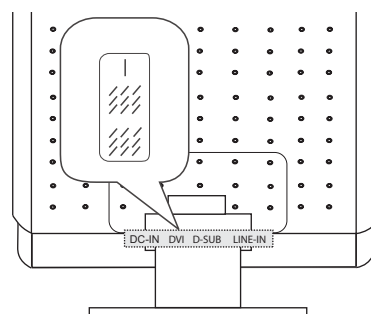
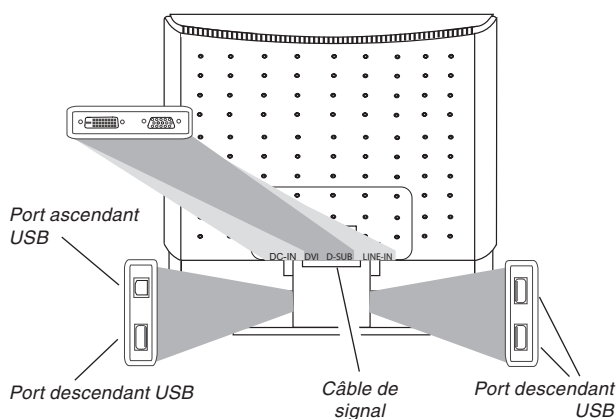

Figure 2b. Connexion via l'interface DVI-D
Figure 2a. Raccordement du moniteur au PC
2. Connectez le câble à 15 broches du signal vidéo à au moniteur et au PC (voir figure 2a).
Si vous utilisez une carte graphique dotée d'un connecteur DVI-D numérique (connecteur à 24 broches), connectez une extrémité du câble DVI-D (non fourni) au moniteur (voir fig. 2b) et l'autre extrémité au PC.
Le moniteur est équipé de quatre ports USB (un ascendant et trois descendants), situés des deux côtés de la base du moniteur (voir figure 2a).
Input : Contrôle la sélection du signal d'entrée. Le moniteur vous permet d'établir les branchements suivants : carte graphique analogique via l'interface mini D-Sub à 15 broches (voir fig. 2a), carte graphique numérique via l'interface DVI-D à 24 broches (voir fig. 2b).